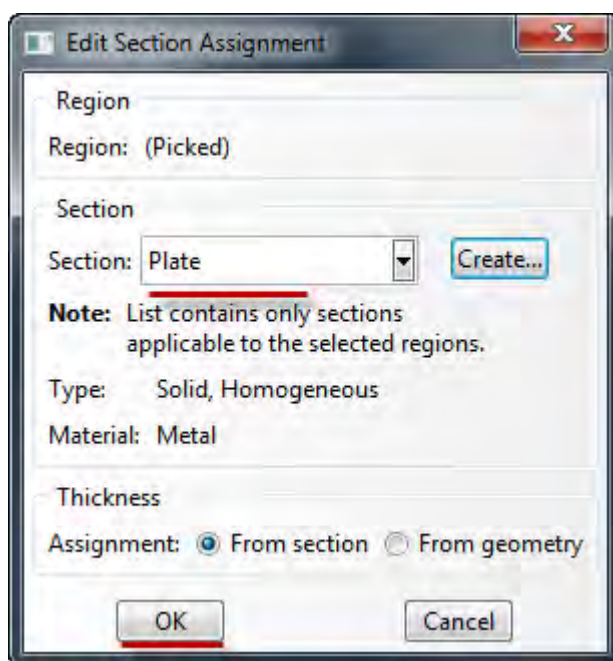

Рисунок 11.5 - Окно **Edit Section Assignment**
- Следующим шагом присвоим построенное сечение ранее созданной пластине. Для этого используем кнопку  **Assign Section** в текущей панели инструментов (либо дважды щелкаем по элементу  **Section Assignments** в дереве модели, либо используем команды меню: **Assign => Section**). С помощью мыши выделите пластину, она будет подсвечена красным цветом. Нажмите **Done**. В появившемся окне (Рисунок 11.5), выберите созданное сечение и подтвердите выбор нажатием кнопки **OK**.